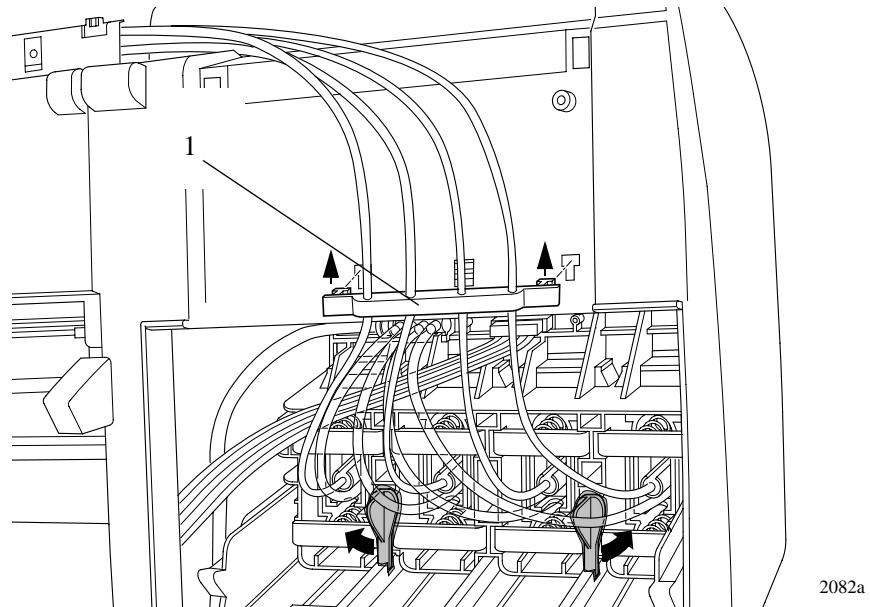

図 9 : チューブ グリップ
- 2 左側カバー背面のチューブ ホルダ (部品1) を押し上げて外します (図9参照)。